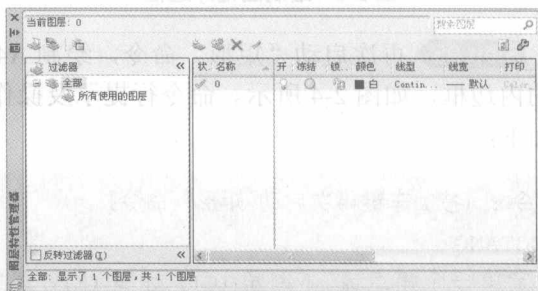

图 3-3 “图层特性管理器”选项板
Step 02 执行“格式>图层”菜单命令,或单击“图层”工具栏上的“图层特性管理器”工具按钮,弹出“图层特性管理器”选项板,如图 3-3 所示。